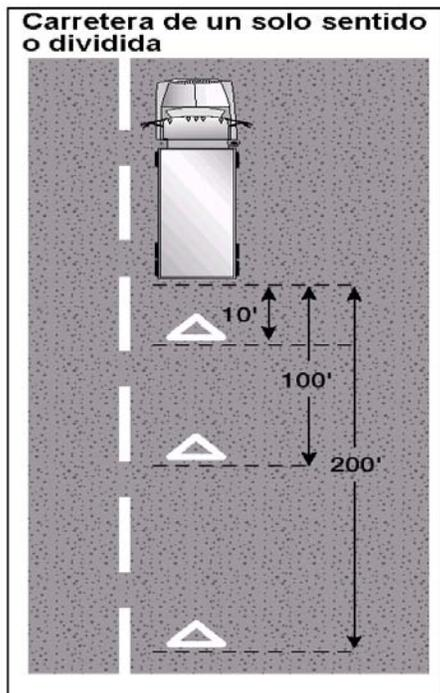

Figura 2.8
- Si usted tiene que parar en una carretera dividida o de sentido único, coloque los dispositivos de advertencia a 10 pies, 100 pies, y 200 pies hacia el tráfico que se aproxime. Vea la figura 2.8.